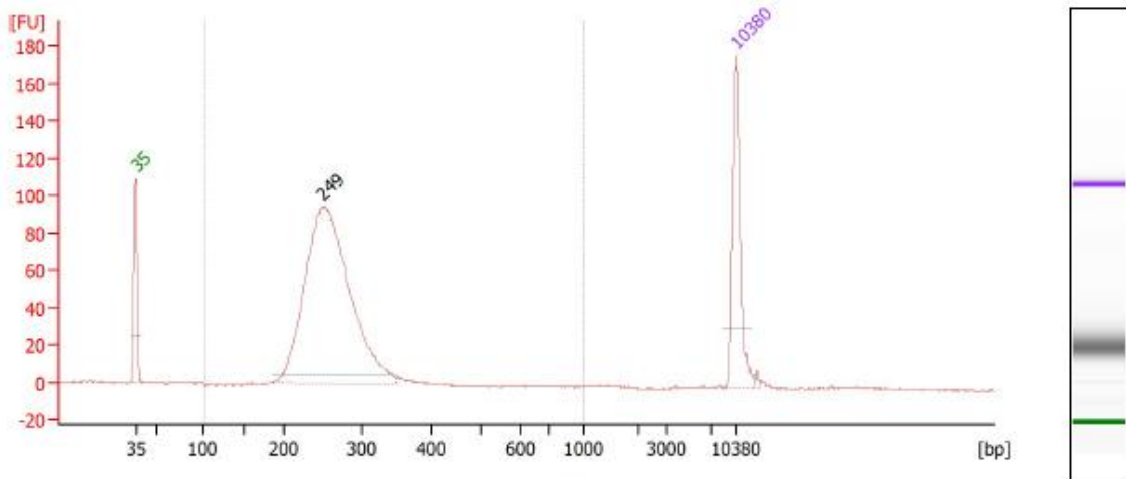

图 1 纯化产物的 Agilent 2100 Bioanalyzer 检测结果
6.2 文库长度分布检测，可通过 Agilent Bioanalyzer 2100 等基于毛细管电泳或微控流原理的设备进行检测。图 1 为本试剂盒构建文库双轮分选纯化产物的 Agilent 2100 Bioanalyzer 检测结果：